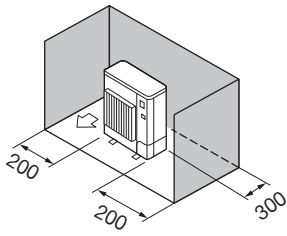

Fig. 2-8
- ③ มีลิ่งกีดขวางที่ด้านหลังและด้านข้างเท่านั้น (Fig. 2-8)